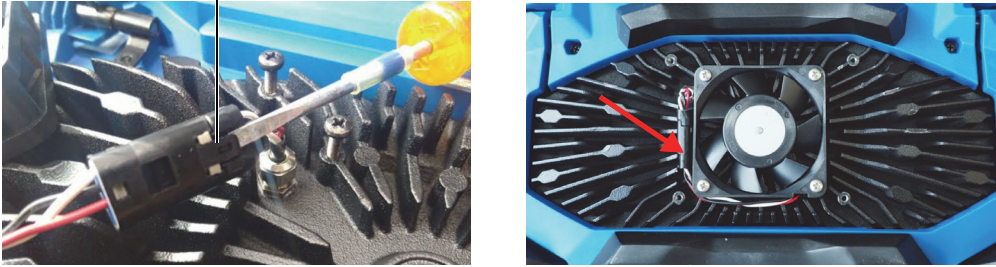

Figura 4-3 Scollegamento del cavo della ventola (a sinistra) e assemblaggio finale (a destra)
3. Se la ventola risulta danneggiata o non funzionante, scollegare con cura il cavo (Figura 4-3 a pagina 57) e sostituire la ventola con una nuova.
4. Se il cavo della ventola è scollegato o rimosso assicurarsi che sia ricollegato correttamente e posizionato per il riassetto delle componenti (Figura 4-3 a pagina 57).